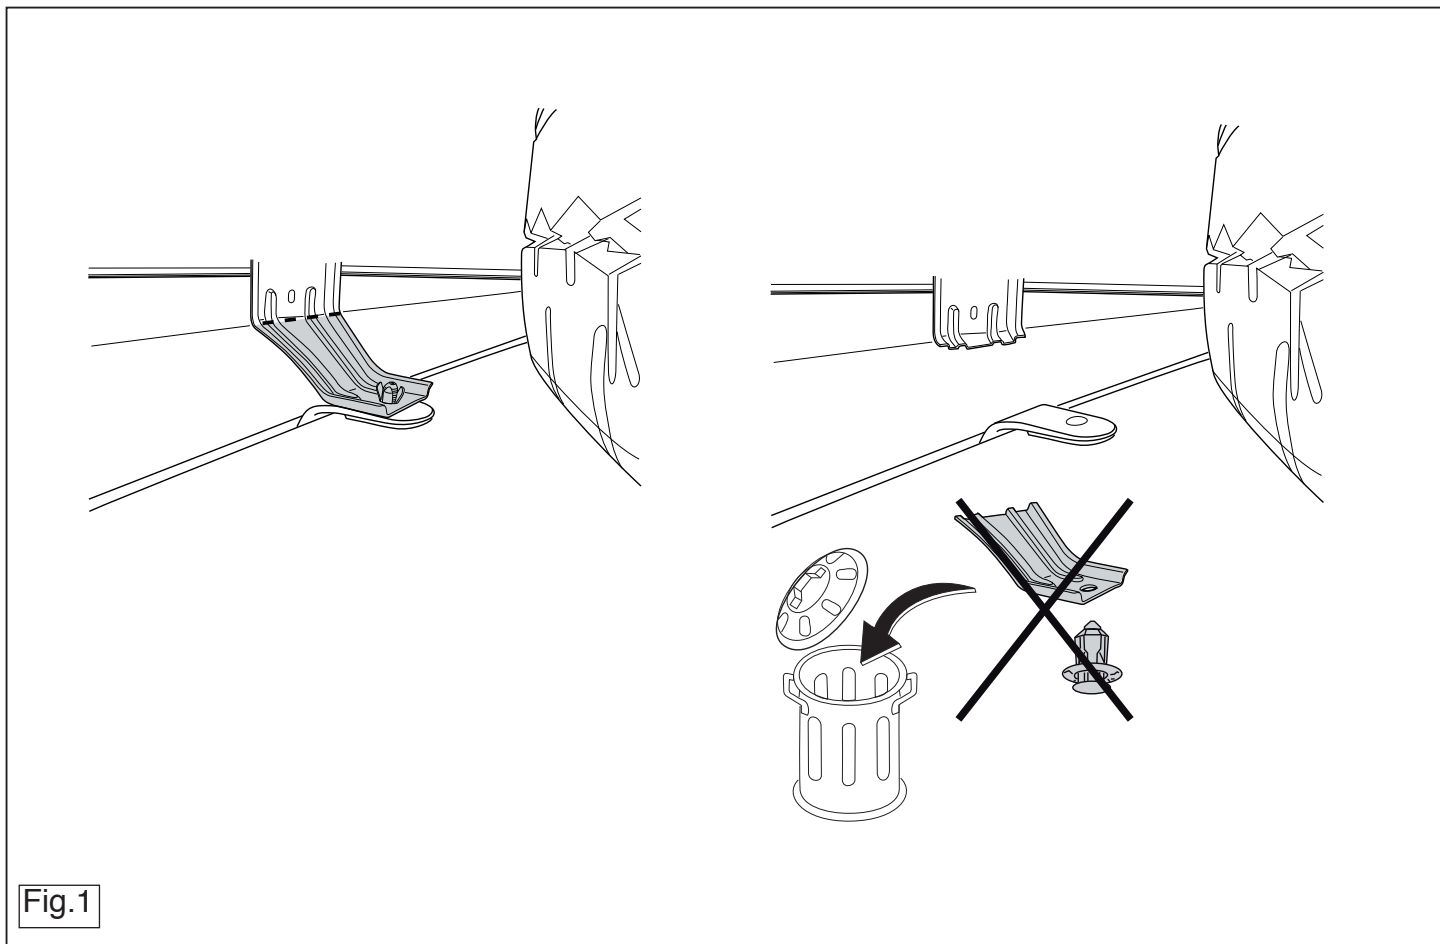

Fig.1
5. Saw out the indicated section in accordance with figure 1.
5. Gemäß Abb. 1 das angegebene Teil ausschneiden.